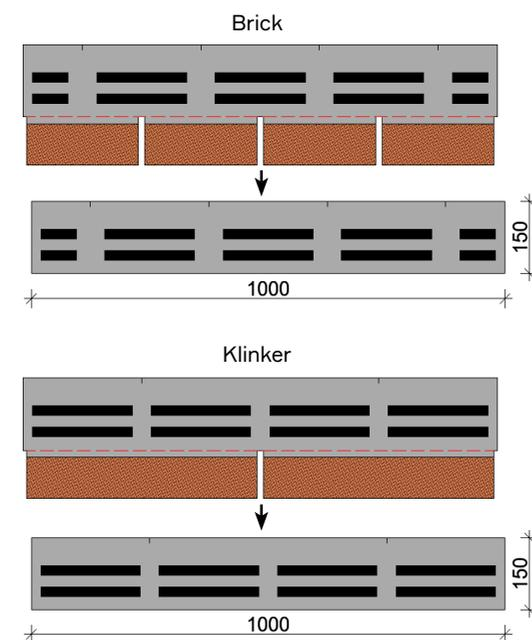

Рис. 7. Изготовление стартовой полосы.
8.4.5 Последующие ряды фасадной плитки необходимо монтировать с заходом на планку наличника. Ряд, заходящий на верхнюю планку наличника, следует монтировать на стартовую полосу, изготавливаемую из фасадной плитки путём отрезания лепестков (рис. 7).